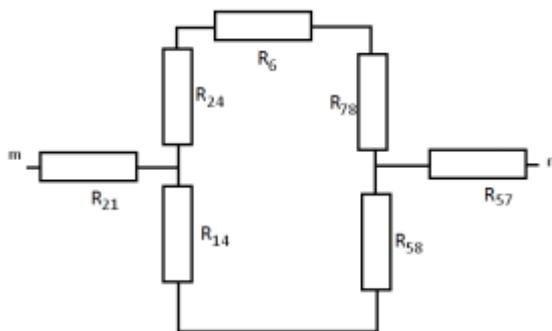

Рис. 136
1.5.2. Определяем эквивалентное сопротивление генератора. Для этого источники ЭДС закорачиваются (заменяются на отрезок провода, причем их внутреннее сопротивление остается в схеме). Произведем расчет входного сопротивления оставшейся схемы относительно зажимов m и n . Для этого пересчитаем два треугольника в этой схеме ($R_1 R_2 R_4$ и $R_5 R_7 R_8$) в звезды (рис. 136):